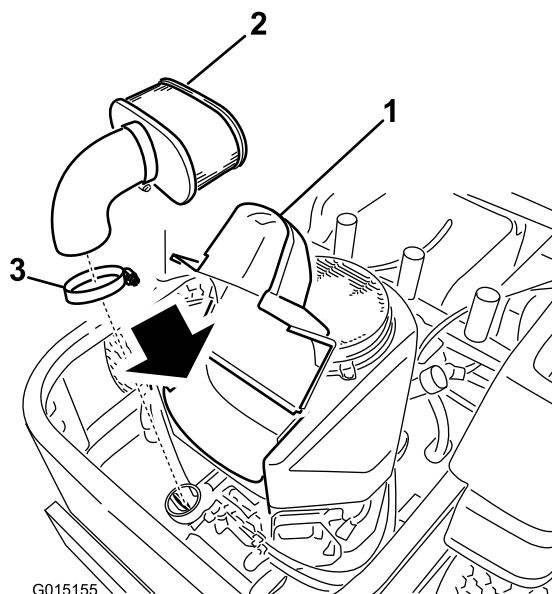

Figura 43
3. Limpie alrededor de la tapa del limpiador de aire para evitar que la suciedad penetre en el motor y cause daños. Levante la cubierta y retire la abrazadera que sujeta el conjunto del limpiador de aire al motor (Figura 43).
4. Afloje la abrazadera y retire el elemento de papel (Figura 43).